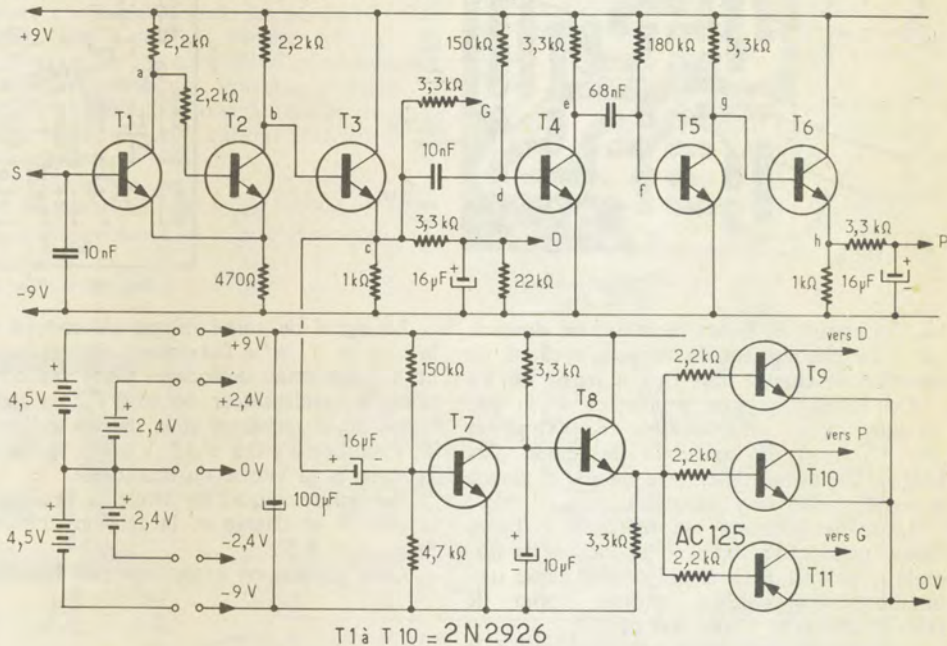

FIG 16. - Schéma du décodeur.
1. Analyse du schéma (Fig. 16)